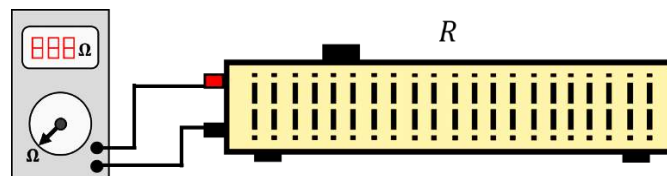

Figura 2
11. Con el multímetro en la función de ohmios conéctelo al reóstato como se muestra en la figura 2. Mueva la perilla del reóstato hasta que se registre en el multímetro un valor de 20.0 [Ω] ($\approx 12cm$) o aproximado. Este es el valor teórico de la resistencia fijada en el reóstato. Registre este valor en la tabla 1.